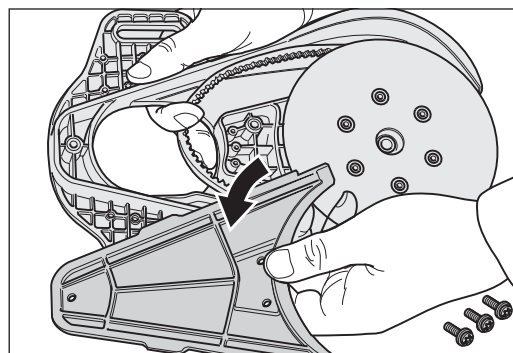

Abb. 36 Den Vorsatzdeckel vom Vorsatz abnehmen.
- 8 Entfernen Sie mit Hilfe des Universalschlüssels die Befestigungsschrauben des Vorsatzdeckels und nehmen Sie diesen vom Vorsatz ab (Abb. 36).